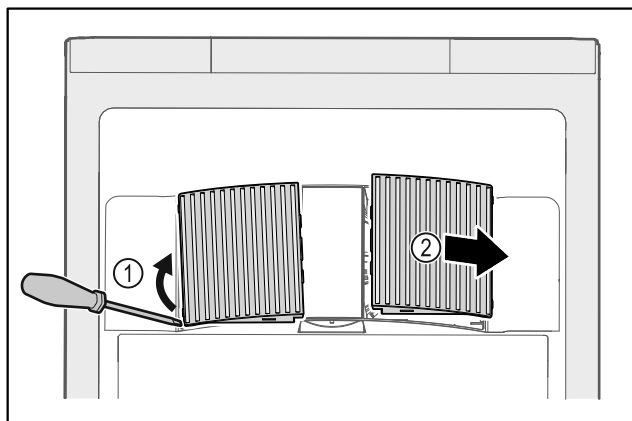

Fig. 146
- ▶ Extraire par un mouvement de levier les caches latéraux Fig. 146 (1) vers l'avant Fig. 146 (2).